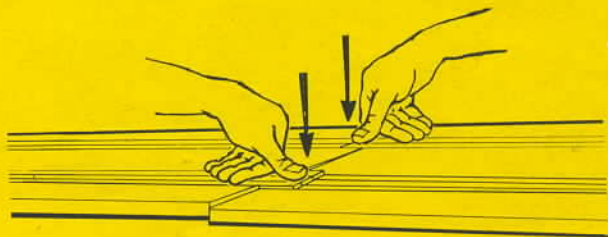

Fig. 3
- 3 Appuyez très fort avec vos pouces. Les éléments rigides (droites et courbes de 90°) demandent plus de pression et doivent faire entendre un "clac" très sec en s'emboîtant (voir fig. 3).